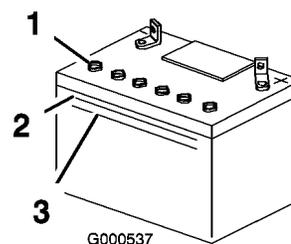

Figura 32
- Guardate il fianco della batteria. L'elettrolito deve raggiungere la linea superiore (Figura 32). Non lasciate scendere l'elettrolito sotto la linea inferiore (Figura 32).
3. Togliete i tappi di spurgo dalla batteria (Figura 32).
4. Aggiungete lentamente acqua distillata in ogni elemento della batteria finché l'elettrolito non raggiunge la linea superiore (Figura 32) sulla cassetta della batteria.
5. Attendete cinque o dieci minuti dopo avere riempito gli elementi della batteria. All'occorrenza, aggiungete dell'acqua distillata finché l'elettrolito non raggiunge la linea superiore (Figura 32) sulla cassetta della batteria.